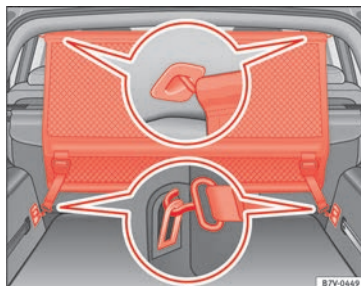

Abb. 166 Im Gepäckraum: Trennnetz wand hinter der zweiten Sitzreihe einbauen
- Netz trenn wand in der hinteren linken Aufnahme im Dach einhängen » Abb. 166. Da-
- Beide Haltehaken der Netz trenn wand in die vorderen Verzurrösen im Gepäckraum » Abb. 166 einhängen und die Gurte fest spannen.
- Netz trenn wand in der vorderen linken Aufnahme im Dach einhängen » Abb. 166. Darauf achten, dass die Querstange über die obere Position hinaus nach unten gezogen wird.
- Haltehaken der Netz trenn wand an den Halteösen » Abb. 166 aushaken.
- Netztrennwand an der rechten Aufnahme im Dach »» **Abb. 166** durch Zusammendrücken der Querstange aushängen.